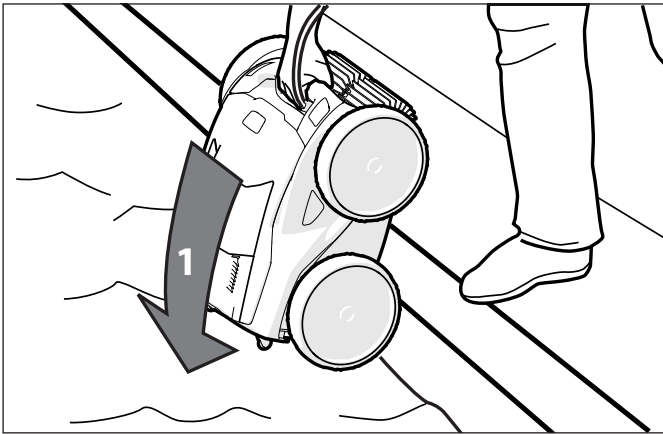

Figura 12. Sumerja el limpiador en posición vertical
2. En el punto medio, sumerja el limpiador en la piscina y sosténgalo en posición vertical para liberar el aire atrapado. (Figura 12).